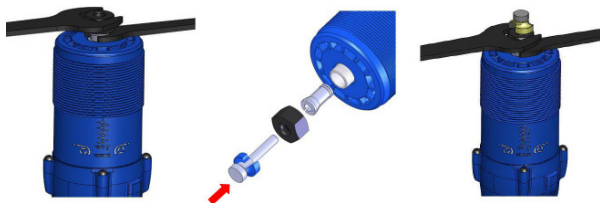

Abb. 5: Fräskopf einsetzen
Schritt 4: Den Fräskopf einsetzen (Pfeilrichtung, Abb. 5 Mitte) und die Spannmutter mit einem 22mm und einem 13mm Gabelschlüssel festziehen. Prüfen dass der Fräskopf fest eingespannt ist.